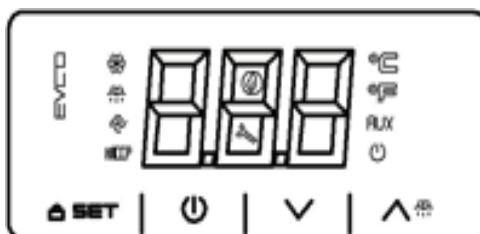

Рис. 3 Регулировка температурного режима
7.2.1.1 Контроллер EV3B22 обеспечивает: поддержание температурного режима в камере, индикацию температуры, включение звуковой сигнализации при выходе температуры в камере за установленные пределы на 6 °С. Датчик температуры размещается внутри камеры морозильника. Органы управления выведены на панель управления морозильника (рис.3):